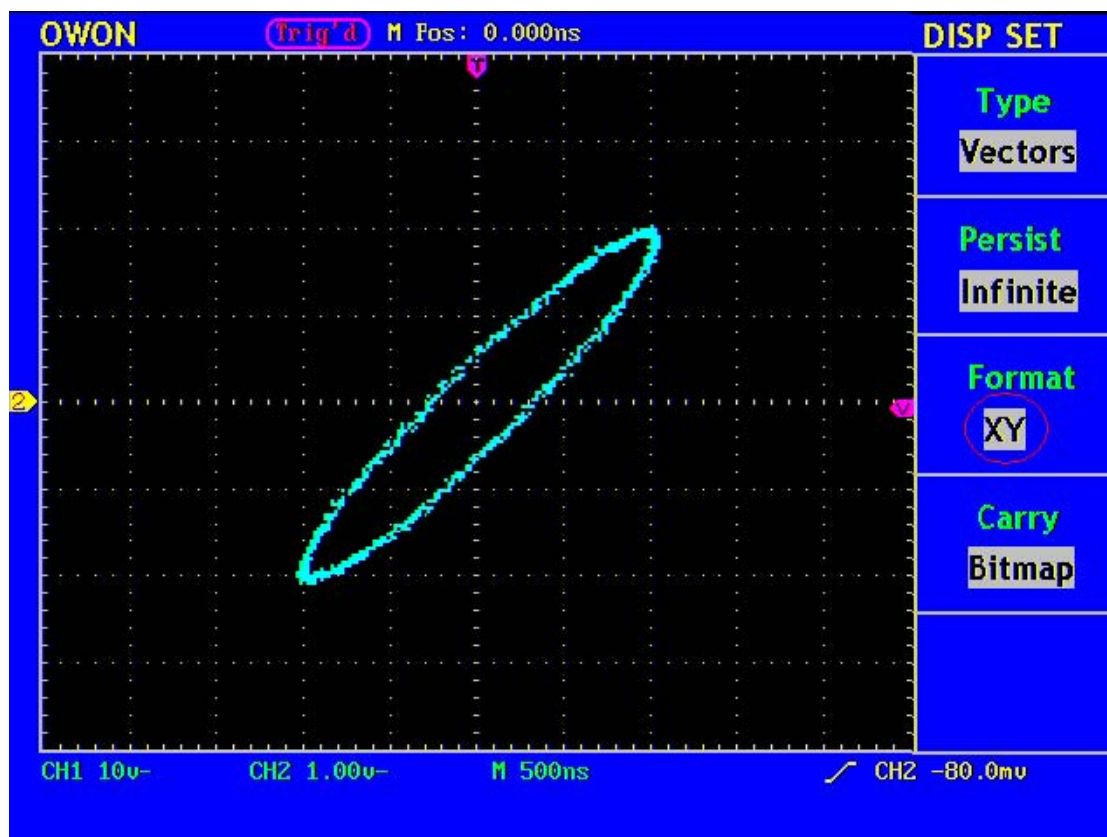

Рисунок 41. Вид экрана при режиме XY
2. Нажатием кнопки **F3** выберите режим XY. (см. рис. 41).